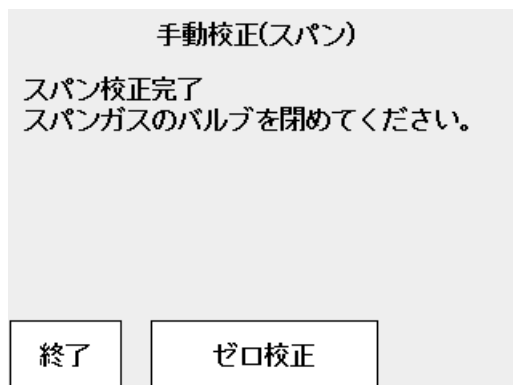

図5.20 スパン校正終了画面
- (5) 安定したら [Enter] キーを押します。図 5.20 の表示に変わります。この時点で測定値とスパンガスの濃度の合わせこみが行われます。スパンガス流量設定バルブを閉じます。測定時にバルブが緩んでスパンガスが漏れ込むことのないようにロックナットは必ず締め付けておくようにしてください。